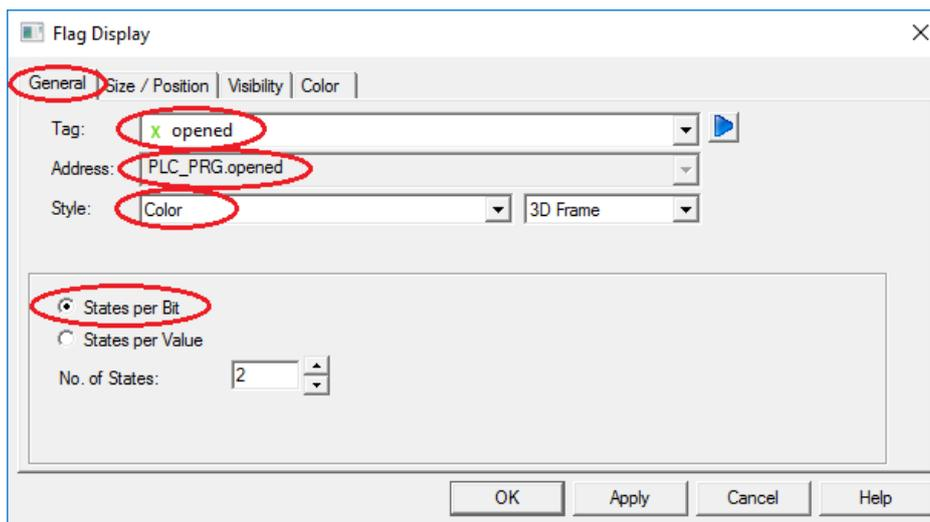

Рис. 58. Основные настройки флага «opened»
9. *Настройте флаги отображения.* Для этого двойным кликом левой клавишей мыши перейдите в настройки данного графического элемента. Пример настроек для флага «opened» приведён на рис. 58, 59.